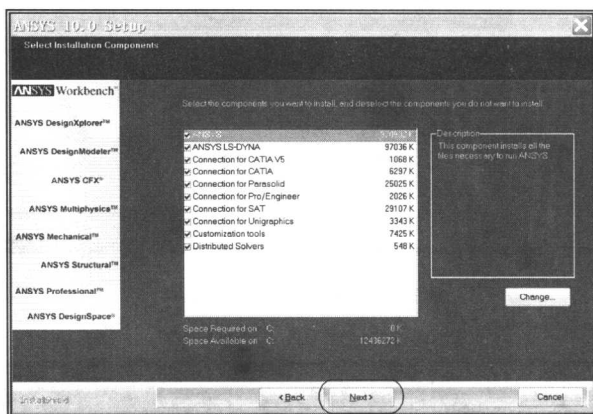

图 1-4 选择 ANSYS 安装部件
④ 出现选择 ANSYS 安装部件界面如图 1-4 所示, 单击 Next 按钮进行下一步安装。